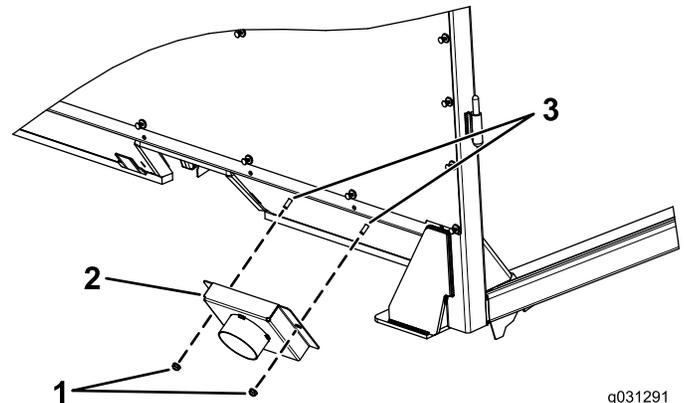

Рисунок 1
2. Отверните гайки крепления имеющейся пластины (Рисунок 1).
3. Наденьте впускную насадку на имеющиеся болты в пластине двумя отверстиями по ее бокам (Рисунок 1).
4. Наверните две гайки на болты (Рисунок 1).